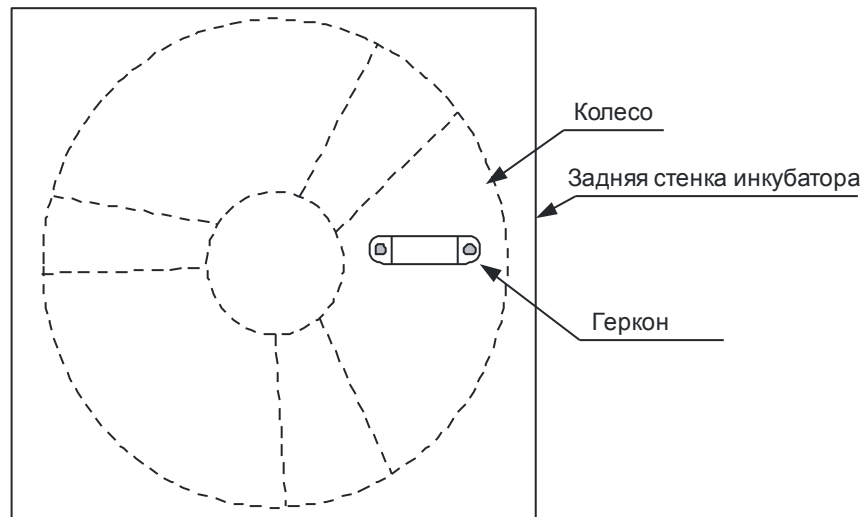
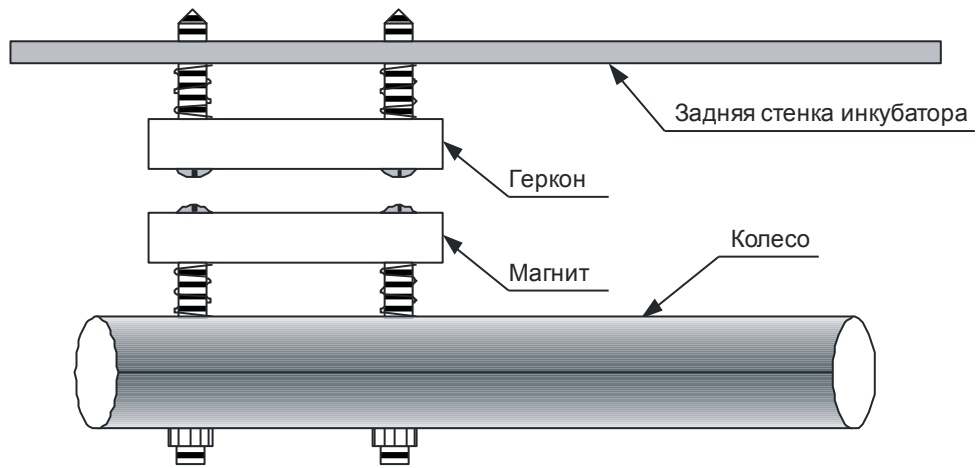

Рисунок 3.2
Рисунок 3.3
3.10.2.1 Геркон на силовом жгуте крепится к задней стенке инкубатора (рисунок 3.2). Отметить крепежные отверстия. Устанавливается геркон саморезом 3 x 30 мм. Пружина ставится между герконом и стенкой инкубатора (рисунок 3.3). При использовании геркона отдельно, подключать к проводам вместо датчика потока.
3.10.2.2 Магнит устанавливается на спице колеса параллельно геркону (рисунок 3.3, 3.4). Крепления магнита и геркона должны находиться на одной оси. Магнит расположить на колесе как можно ближе к валу. Отметить крепежные отверстия и просверлить сверлом 3,5 мм. Устанавливается магнит винтом 3 x 30 мм. Пружина ставится между магнитом и колесом. Фиксируется с обратной стороны гайкой 3 мм. (рисунок 3.3).